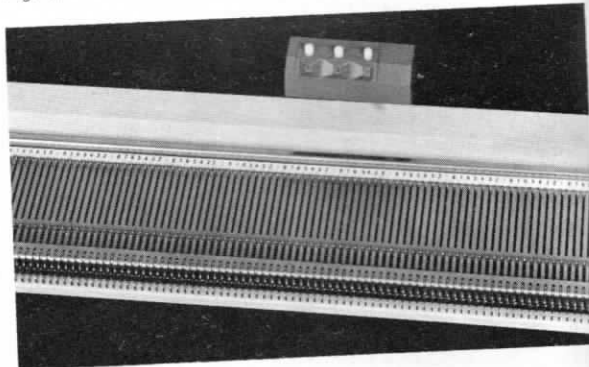

Fig. 12
8. Introducir correctamente el contador de vueltas en uno de los tres soportes situados sobre el borde trasero de la máquina (Fig. 12).